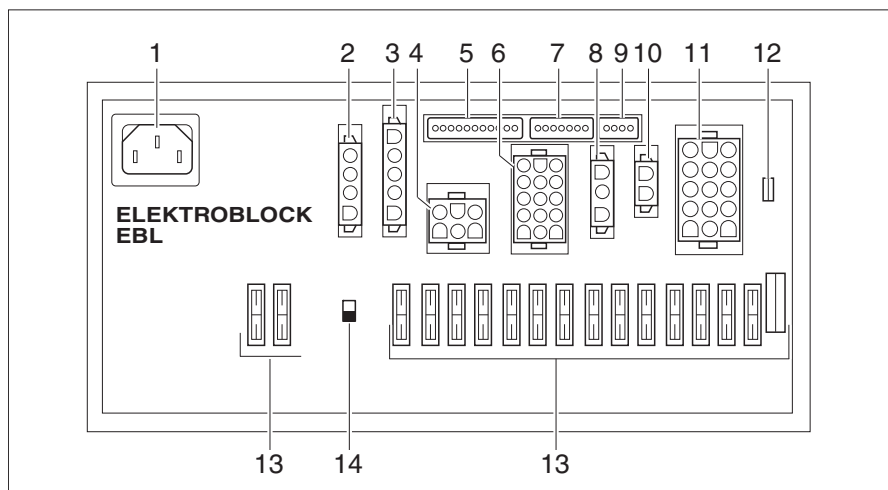

Fig. 264 Centralina elettrica (EBL 102)
A seconda del modello, la centralina elettrica (Fig. 264) è montata nella console del sedile sotto il sedile del conducente o nella zona del garage o del gruppo sedile del bar (Globeline).
- ▷ L'interruttore staccabatteria (Fig. 264,14) disconnette dalla rete a 12 V tutte le utenze collegate alla centralina elettrica.